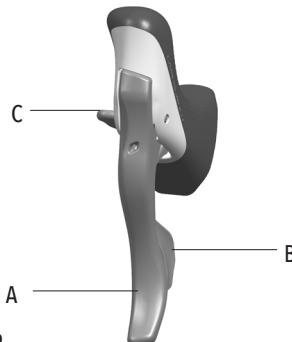

Fig.9
- La palanca B (Fig. 9) del mando izquierdo interviene en el desviador y permite que la cadena se monte en el engranaje superior.
- La palanca B (Fig. 9) puede accionarse con 1, 2 o 3 clics, según donde esté ubicada la patilla del desviador cuando se encuentre en el engranaje menor.
- La palanca C (Fig. 9) interviene en el desviador haciendo descender la cadena sobre el engranaje inferior.
- Una vez que la cadena se posiciona en el engranaje menor, se pueden desplazar las palancas B o C (Fig. 9) del mando izquierdo con 1 clic para obtener el mejor centrado entre la cadena y la patilla del desviador.